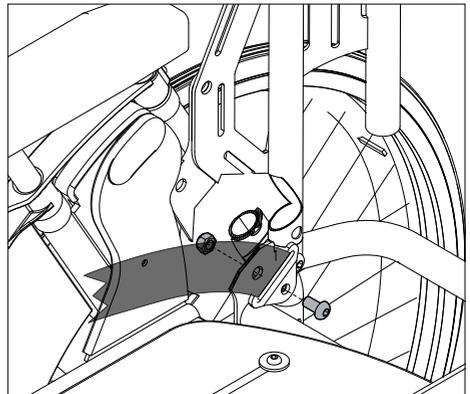

Abbildung 54
- Befestigen Sie den Beckengurt wie in Abbildung 54 gezeigt. Verwenden Sie die zuvor herausgeschraubte Schraube.